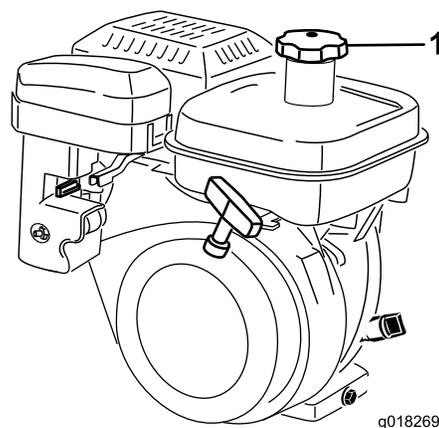

Рисунок 25
1. Очистите область вокруг крышки топливного бака и снимите крышку (Рисунок 25). Заполните топливный бак до нижнего края сетчатого фильтра.